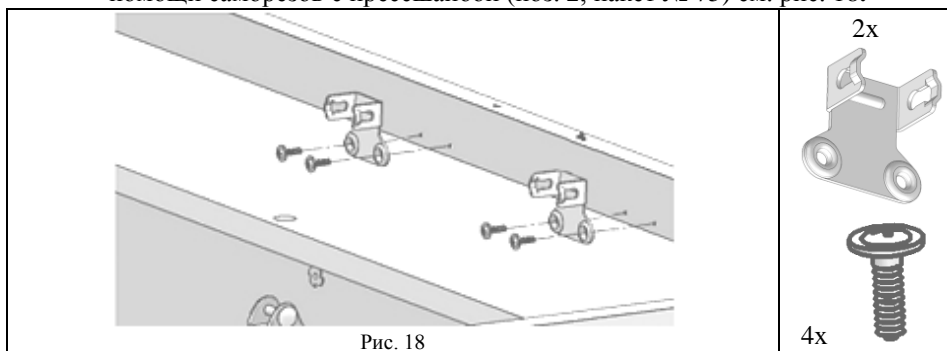

Рис. 18
4.4.1. К сборке по п.4.3. прикрутить кронштейн нижний (поз. 2, пакет № 9а) при помощи саморезов с прессшайбой (поз. 2, пакет № 75) см. рис. 18.